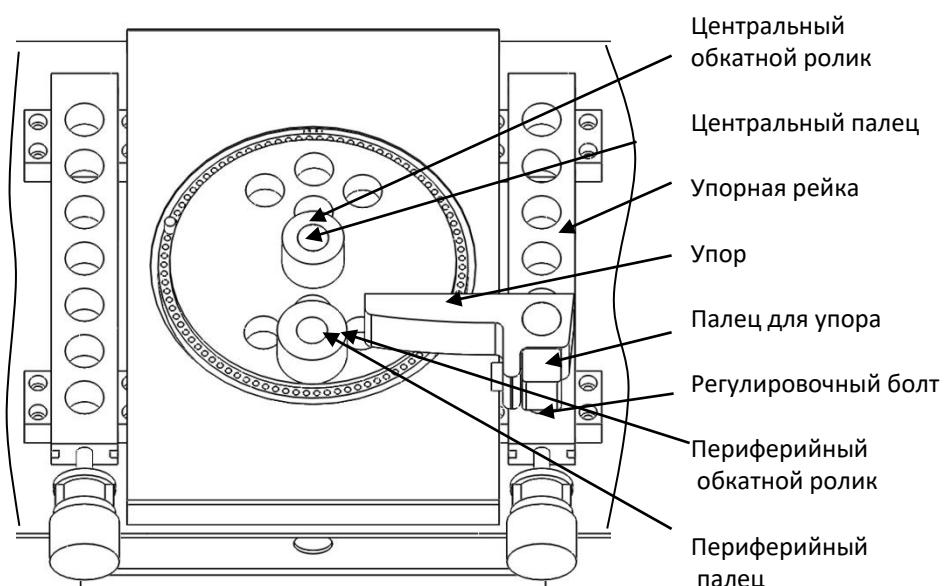

Рис. 3 Рабочая поверхность
- Установите упор в упорную рейку. Упор необходимо зафиксировать при помощи квадратного пальца и регулировочного болта (см рис. 3). При установке упора, убедитесь в том, чтобы, был зазор между упором и планшайбой, не менее 5 мм. Если зазора нет, проверьте не ослаблены ли болты, удерживающие планку на упоре.